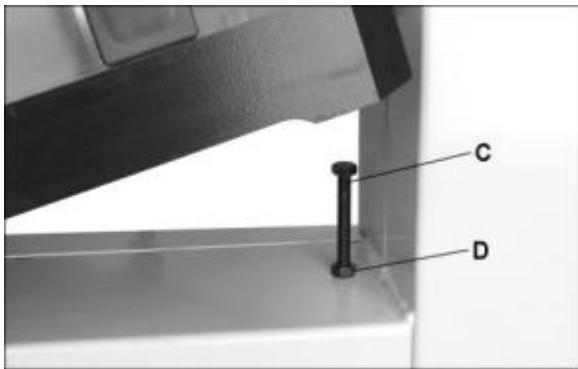

Fig 16
Zum Verstellen, lösen Sie die Mutter (D, Fig 16) und drehen Sie die Anschlagschraube (C).